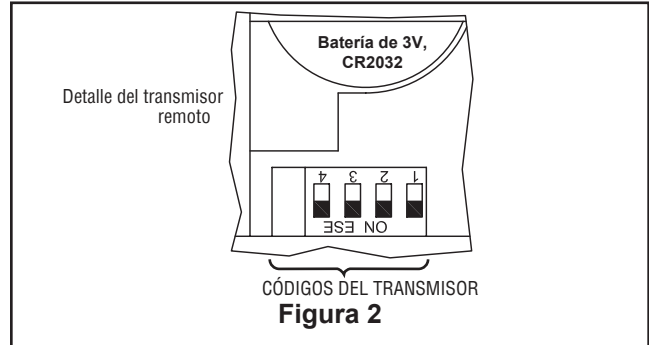

Figura 2
1. Fije bien la abrazadera para colgar a la caja de salida con los tornillos y las arandelas provistas con la caja de salida. (Figura. 2)
1. Para configurar el código del transmisor, extraiga la carcasa de la batería presionando firmemente debajo de la flecha y deslice la carcasa hasta extraerla. Mueva los interruptores de código hasta colocar el código de selección en la posición arriba o abajo. Los ajustes de fábricas vienen con todos los interruptores hacia arriba. No utilice esta posición. Con un destornillador pequeño o con una lapicera deslice firmemente hacia arriba o hacia abajo. (Figura 2)